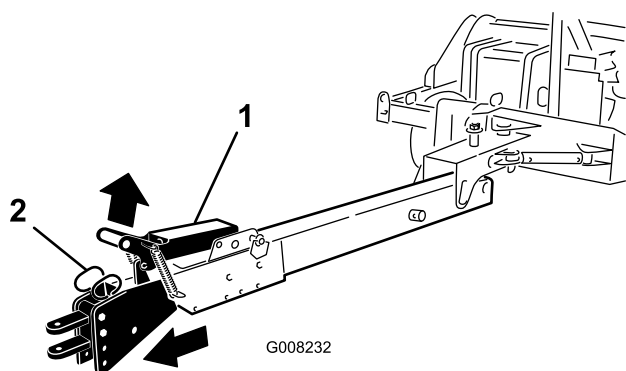

Рисунок 22
- B. Поднимите рукоятку защелки (Рисунок 22).
- C. Медленно двигайте автомобиль вперед, пока узел сцепки не заблокируется (Рисунок 22).